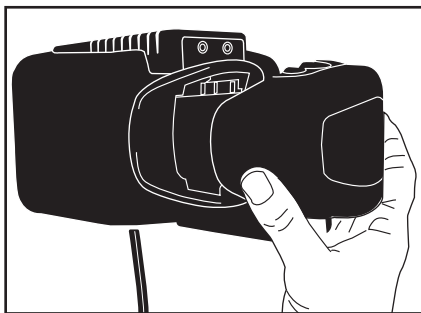

Figura 2
5. Se proporciona un segundo compartimento de carga en el soporte de carga para cargar una segunda batería (no incluida). Para cargar una batería en este compartimento, inserte la batería hasta que se encaje en su lugar y se encienda el LED. (ver figura 2) El LED encenderá la luz roja cuando la batería esté cargando y se encenderá en verde cuando ya esté lista para usar. Cuando cargue las dos baterías (una en el mango y otra directamente en el cargador), el cargador cargará la batería que se inserte primero. Una vez que la batería esté totalmente cargada, se apagará automáticamente y comenzará a cargarse la otra batería. Cada batería tardará aproximadamente 1 hora en cargarse (un total de 2 horas para dos baterías). Tenga en cuenta que si inserta una segunda batería en el cargador mientras se está cargando otra batería, el LED no se encenderá hasta que la primera batería haya